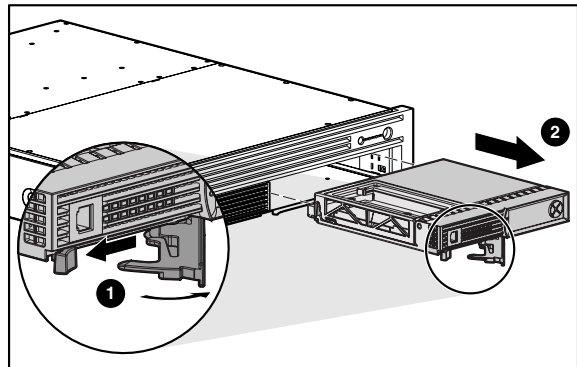

Afbeelding 4: Verwijderen van de voedingseenheid
1. Duw op de donkerrode vergrendeling van de voedingseenheid ❶ en trek de voedingseenheid uit de behuizing ❷, zoals weergegeven in Afbeelding 4.